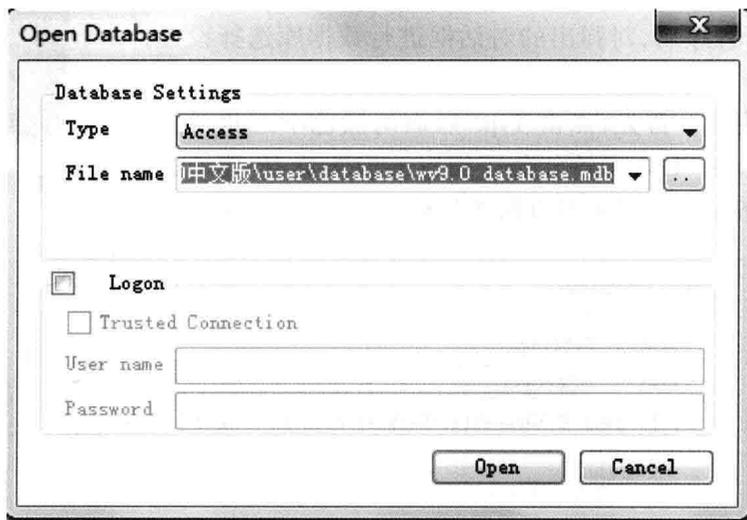

图 2-7 平台单机版用户设置
(2)平台单机版用户。点击 Type 后面的黑色下三角,选择 Access,并且在 File name 的选项条中选择本地数据库后,点击 Open 按钮打开软件。操作路径为:\user\database\wv9.0 database. Mdb。平台单机版用户设置如图 2-7 所示。